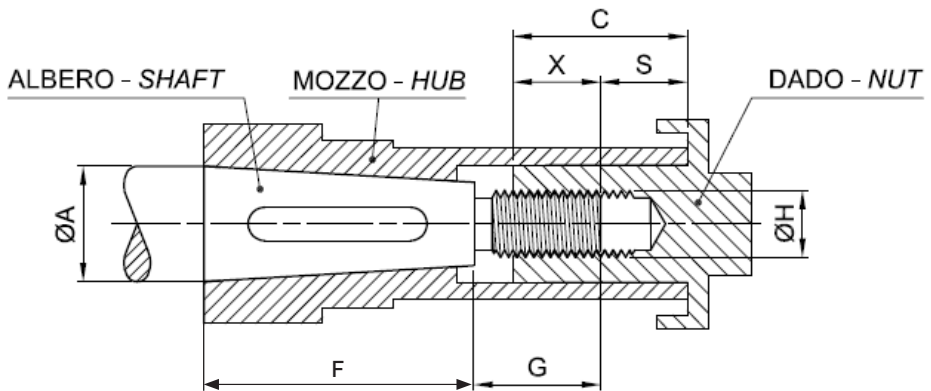

fig. 1
- c. Verificare la lunghezza di avvitamento del dado (fare riferimento alla fig.1 in cui la lunghezza di avvitamento è indicata con "X"). Per verificare questo suggeriamo di infilare l'elica sulla estremità conica dell'albero porta-elica e spingerla in battuta contro il cono dell'albero (effettuare questa operazione senza inserire la chiave). Quando l'elica è in battuta contro il cono dell'albero, misurare la distanza tra la fine dell'albero e la fine del mozzo (indicata nella figura con "S"). La lunghezza "X" si ottiene sottraendo la lunghezza "S" alla lunghezza del dado "C". La lunghezza "X" deve essere inferiore a "G" e si consiglia che "X" sia maggiore di 0,8 volte il diametro del filetto indicato con " $\varnothing H$ ".